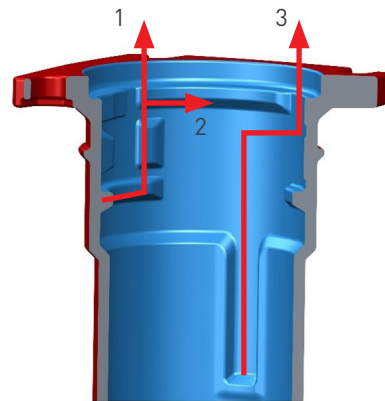
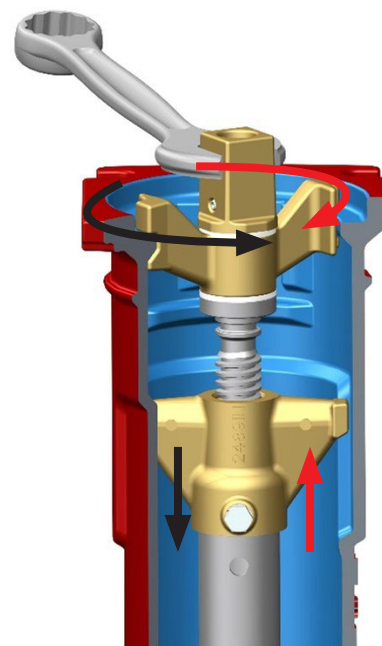

Abbildung 1
Abbildung 2
- 10 Gehen Sie genauso vor wie in Schritt 7, jedoch in Richtung des Pfeils 2 (Abb. 1), um die Abwärtsbewegung der Spindelverkleidung dank der runden Rippen des Laufs und der Hakenform am Spindelhalter zu blockieren (Abb. 2 und 4).
- 12 Sobald die untere Garnitur vollständig aus dem Sitz gelöst ist, entfernen Sie sowohl die untere Garnitur als auch die Spindelgarnitur gemäß Pfeil 3 (Abb. 1).